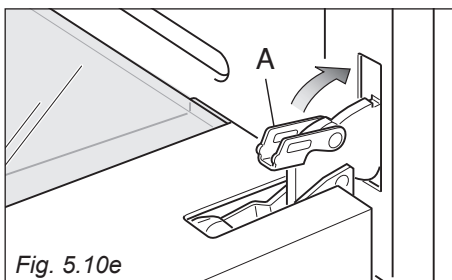

Fig. 5.10e
- Sbloccare le cerniere della porta forno aprendola completamente e chiudendo le leve "A" delle cerniere destra e sinistra (fig. 5.10e).